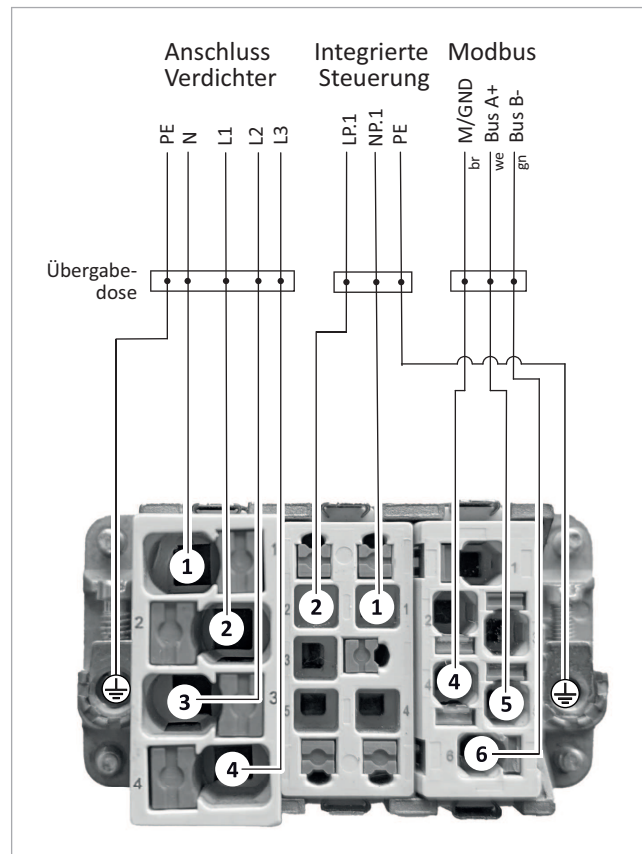

Abb. 27: Elektrischer Anschluss von SolvisPia 13/17 (Steckereinsatz mit Anschlussklemmen)
SolvisPia ist ab Werk intern vollständig verdrahtet und für den Anschluss vorbereitet. Der Anschluss erfolgt über einen Steckverbinder. Der Schutzleiter wird mittels Schraubklemme an den Steckverbinder angeschlossen. Die weiteren Klemmen des Steckverbinders rasten automatisch ein. Zur Belegung des Steckverbinders siehe → Abb. 27.
4. Spannungsversorgung für Verdichter (400 V) an den Steckverbinder (→ Abb. 27 links) anschließen.
6. Separate Spannungsversorgung für die integrierte Steuerung (230 V) an den Steckverbinder (→ Abb. 27 mittig) anschließen.
7. Modbus-Kabel an den Steckverbinder (→ Abb. 27 rechts) anschließen.
6. Prüfen, ob die Verbindung der Steuerspannung/Ladepumpe korrekt auf den Elektro-Steckverbinder aufgelegt ist (siehe ➔ Abb. 27, S. 22).